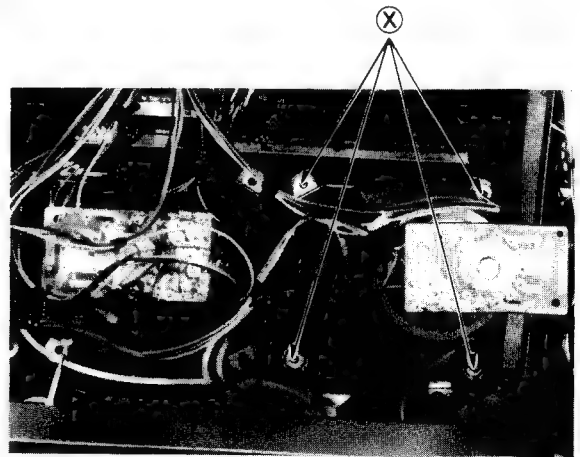

Fig. 22 Abb. 22
8. Remove the 4 tube mounting screw (X) in fig. 22 and pull the tube out carefully from the chassis, holding the convergence (deflection) yoke firmly to prevent it from falling.
8. Die 4 Röhrenmontageschrauben (X) in Abb. 22 entfernen und die Röhre vorsichtig vom Chassis herausziehen und dabei das Konvergenzjoch (Ablenkung) sicher festhalten, damit sie nicht herabfallen kann.